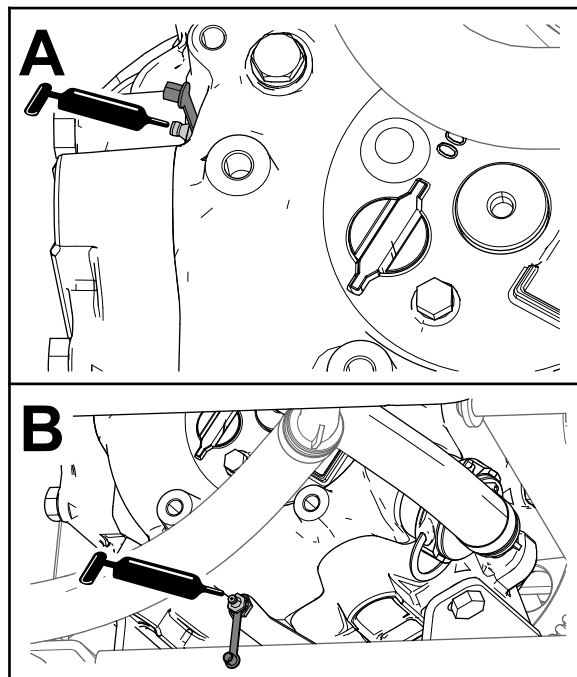

Рисунок 32
3. Начисто протрите 2 выносные масленки (Рисунок 32А и Рисунок 32В).
4. Закачайте консистентную смазку в каждую выносную масленку (Рисунок 32А и Рисунок 32В).